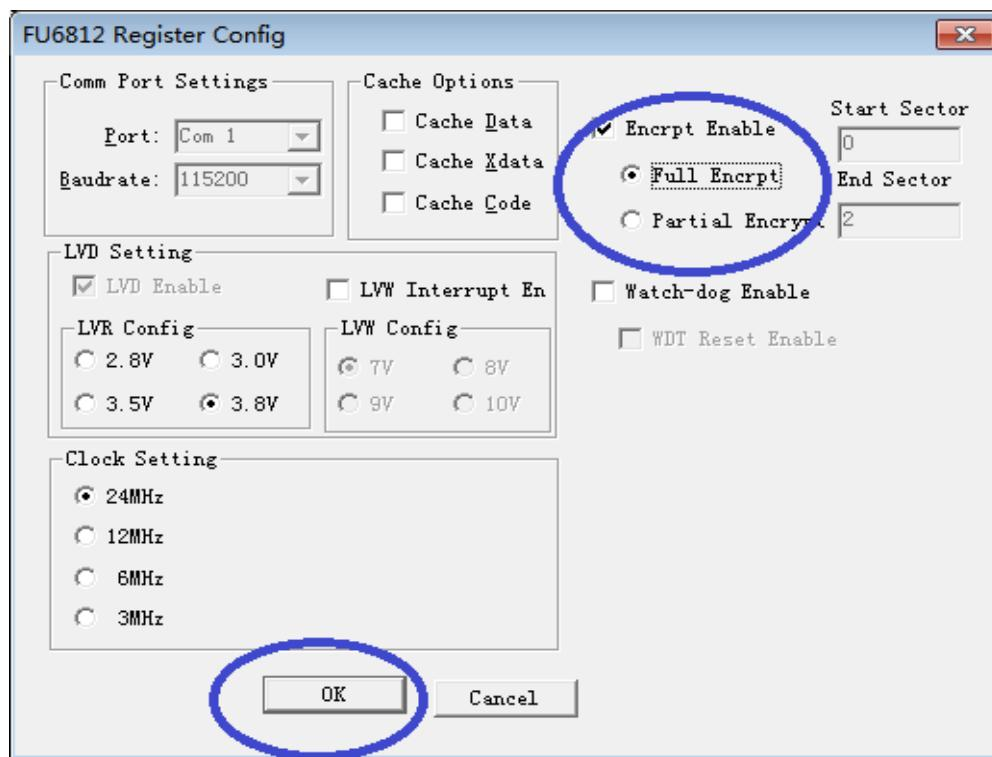
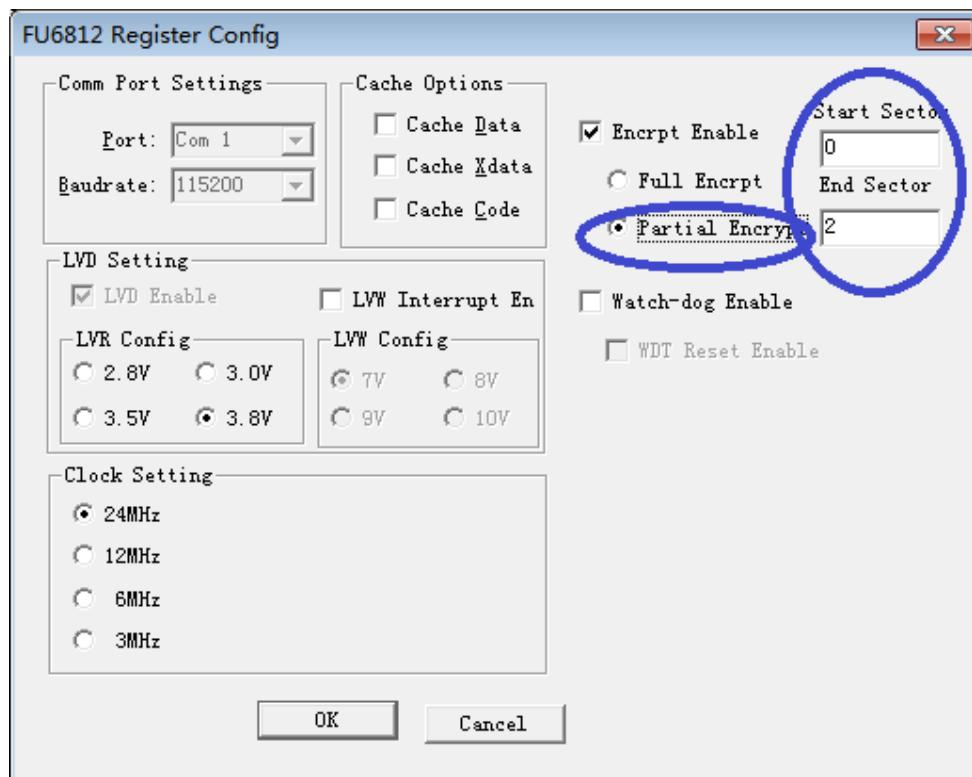

图 35-2 代码保护 全保护模式
图 35-3 代码保护 局部保护模式
2. 按照图 35-2 所示进行选择并设置，点击 **OK**。然后编译工程并下载，得到的.BIN 文件烧录到 **FLASH** 中之后即可达到代码保护的效果。
需要说明的是，芯片具有全代码保护模式和局部代码保护模式，图 35-2 所示设置为全代码保护模式，设置之后 **FLASH** 中的所有代码都会被保护。图 35-3 所示设置为局部代码保护模式，设置后仅保护从扇区 0 到 **END SECTOR** 所指扇区的区域，任何扇区的保护设置都会使最后一扇区被保护。